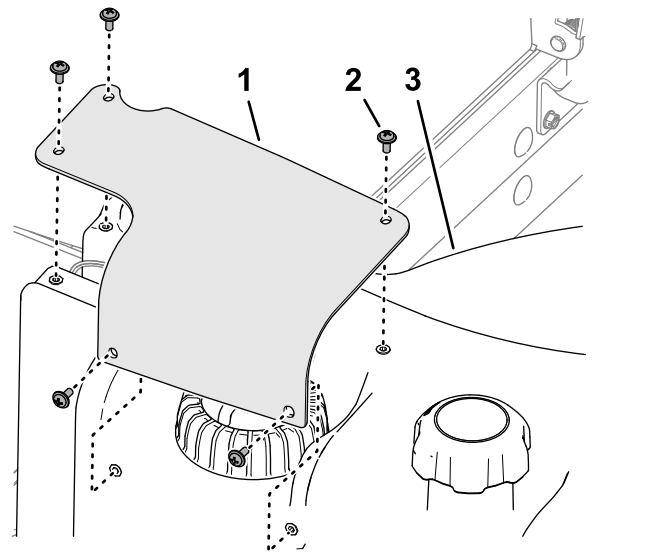

Figura 131
7. Alinee los orificios de la tapa del sensor de combustible con los orificios del depósito de combustible, y sujete la tapa al depósito con los 5 tornillos Phillips (Figura 131).